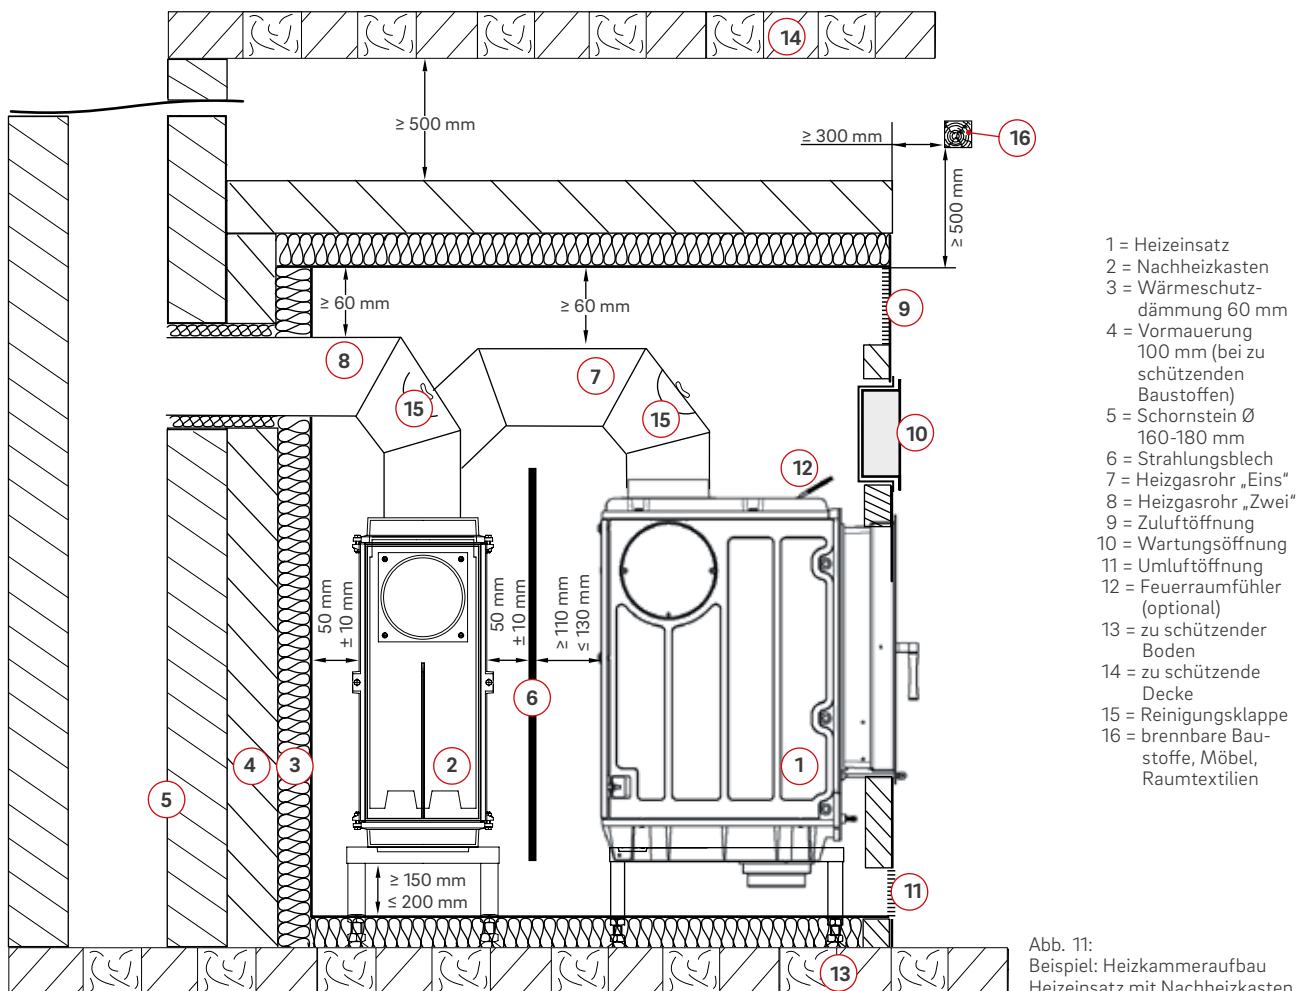

Abb. 11:
- Die Austrittsstellen für die Warmluft sind so anzuordnen, dass sich innerhalb eines seitlichen Abstandes von 300 mm bis zu einer Höhe von 500 mm über den Austrittsstellen keine Bauteile mit brennbaren Baustoffen, keine derartigen Verkleidungen und keine Einbaumöbel befinden (Abb. 11).
Der Abstand vom Nachheizkasten zur Heizkammerwand, sowie zum Strahlungsblech muss $5 \text{ cm} \pm 1 \text{ cm}$ betragen (Abb. 11).
Umluftöffnungen allseitig zu verteilen. Die Umluft- öffnungen müssen unmittelbar über bzw. im Heiz- kammerboden angebracht werden (Abb. 11).
Zuluftöffnungen sind unmittelbar unter der Heiz- kammerdecke oder unter einer entsprechenden Zwischendecke, bzw. in der Heizkammerdecke an- zuordnen, so dass kein Wärmestau entstehen kann (Abb. 11).
Zwischen einer ungedämmter Heizkammerdecke und der Oberkante des Heizeinsatzes muss der Ab- stand mindestens 18 cm betragen, zu einer zu schüt- zenden Decke mindestens 50 cm. Der Abstand Heiz- gasrohr „Eins“ zur Heizkammerdecke muss min- destens 10 cm, bei gedämmter Heizkammerdecke 6 cm, betragen. Der Abstand Heizgasrohr „Zwei“ zur Heizkammerdecke muss mindestens 6 cm betragen (Abb. 11).